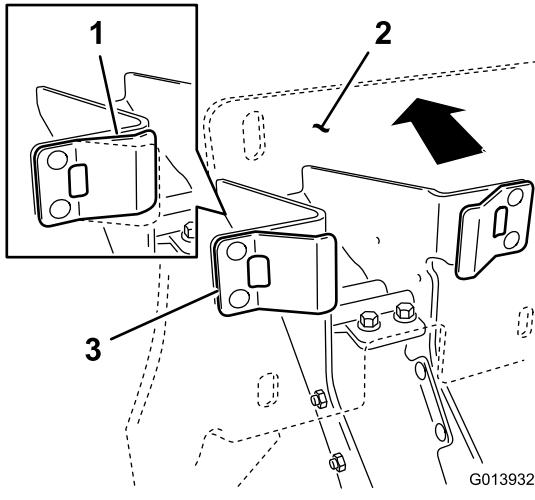

Bild 9
1. Nachdem Sie sich vergewissert haben, dass die Plastikanschläge die Federnasen berühren, üben Sie genügend Druck auf die Rückplatte der Wiege aus, um die Federnasen auf halbem Wege zusammenzudrücken (Bild 9).